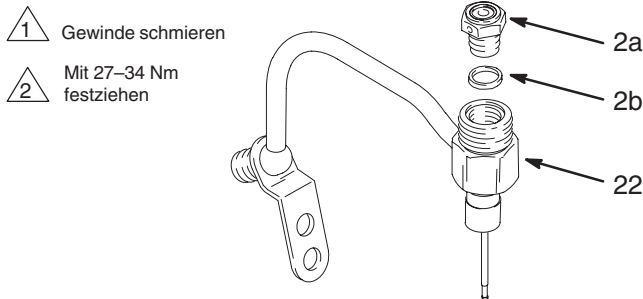

Abb. 15 03977
- Die Dichtung (2b) auf den Ventilsitz (2a) legen. Das Gewinde des Ventilsitzes (2a) schmieren. Den Ventilsitz ins Materialgehäuse (22) einschrauben. Mit einem Drehmoment von 27–34 Nm anziehen. Siehe Abb. 15.